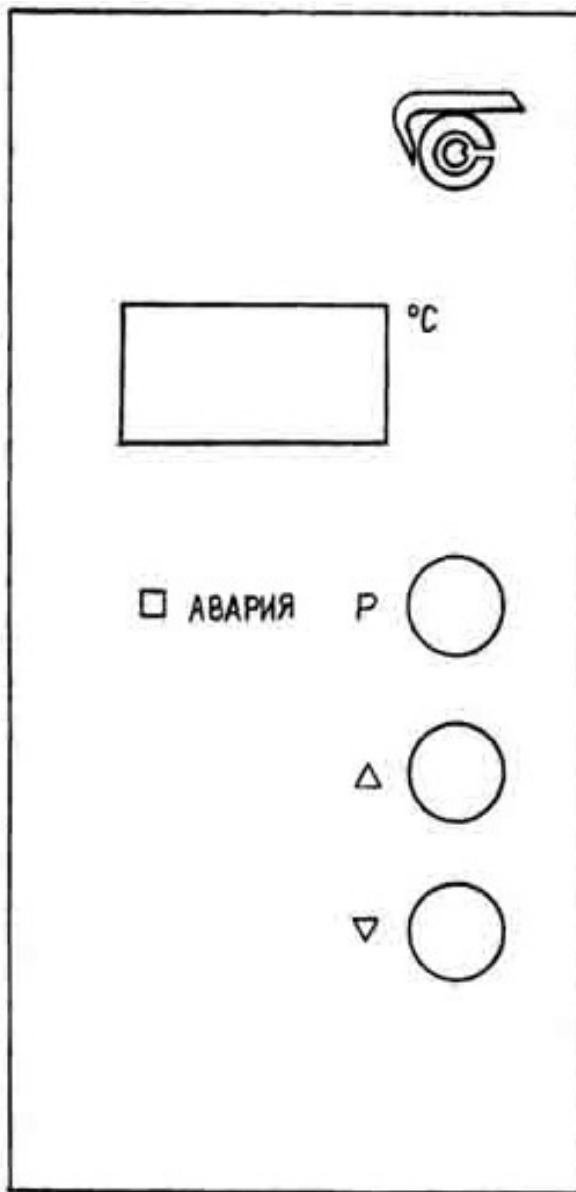

Рисунок 1 – Лицевая панель шкафа
8.3. Нажать клавишу «Р» на лицевой панели двери (рисунок 1), при этом на цифровом табло высветится заданная ранее температура в мигающем режиме, а в крайнем правом разряде цифрового индикатора высветится точка, что свидетельствует о возможности корректировки программы.
3.4. Нажать клавишу «Р» на лицевой панели двери (рисунок 1), при этом в крайнем правом разряде цифрового индикатора высветится точка, что свидетельствует о возможности корректировки программы.